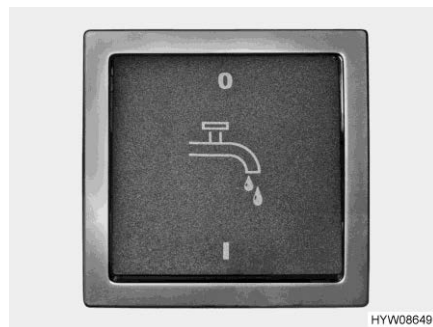

Fig. 188 Interruttore (pompa dell'acqua)
- ▷ Prima di poter utilizzare le rubinetterie dell'acqua, è necessario inserire l'alimentazione a 12 V sul pannello di controllo e la pompa dell'acqua dall'interruttore (Fig. 188). In caso contrario la pompa dell'acqua non funziona.